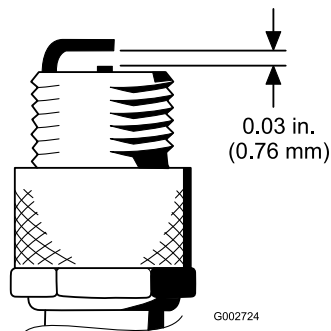

Figure 28
4. Réglez l'écartement entre les électrodes centrale et latérale à 0,76 mm (Figure 28). La bougie installée, avec son joint d'étanchéité, doit avoir l'écartement correct et être serrée à 23 Nm. À défaut de clé dynamométrique, serrez fermement la bougie.